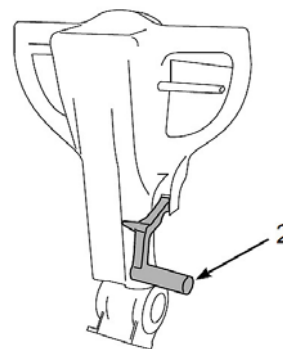

Abb. 16: Absenken der Saugleiste
Schritt 1: Senken Sie die Saugleiste mithilfe des Hebels (Pos. 2, Abb. 16) ab.